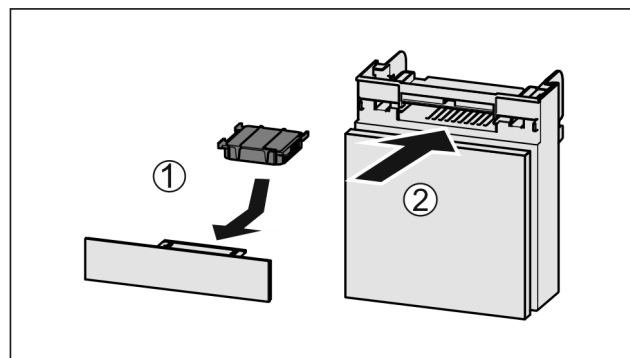

Fig. 92
- ▶ Установите фильтр с активированным углем, как показано на рисунке Fig. 92 (1).
- ▶ Вставьте отделение Fig. 92 (2).